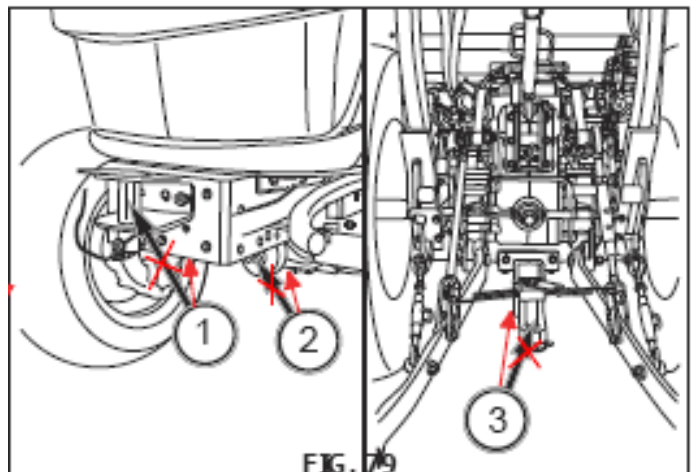

FIG. 79
FIG. 79: Lorsque vous soulevez l'essieu avant, placez le cric sous le point de fixation d'essieu avant (1) ou le point inférieure de l'essieu (2). Pour lever l'essieu arrière, placez le cric sous le point de fixation de l'attelage arrière (3).